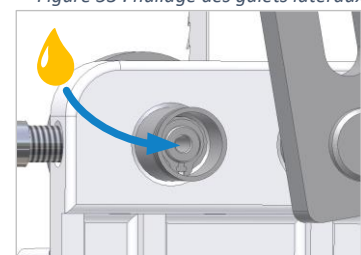

Figure 54 : huilage des galets arrière
- Dévisser le capuchon de fermeture du roulement du galet arrière (voir ⇒ Figure 54).